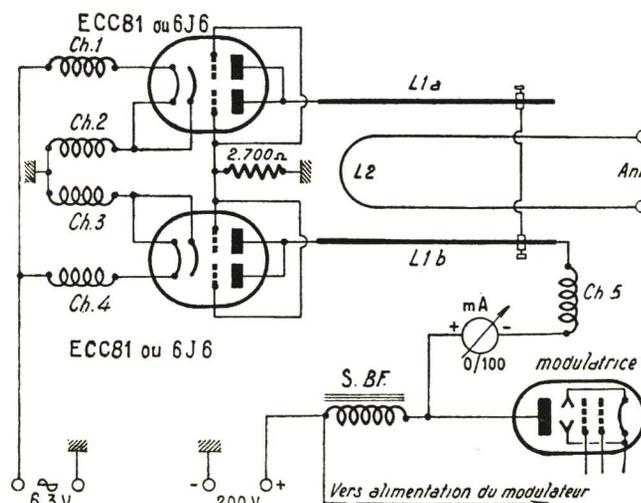
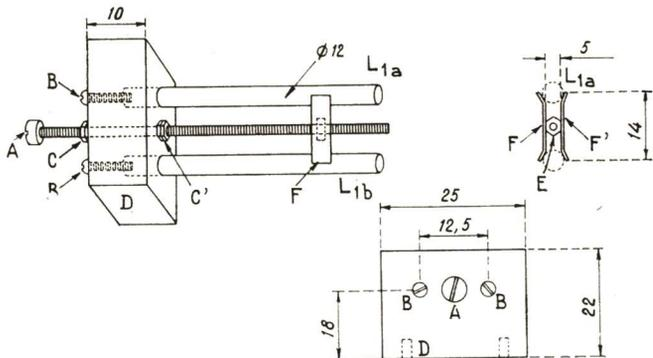

FIG. 2
FIG. 4
b) L'émetteur (fig. 2).
Nous passons maintenant à une variante de réalisation pratique du circuit oscillant utilisé pour l'émetteur de la figure 2. Cette variante de construction est représentée sur la figure 4, le schéma proprement dit de l'émetteur étant absolument inchangé.